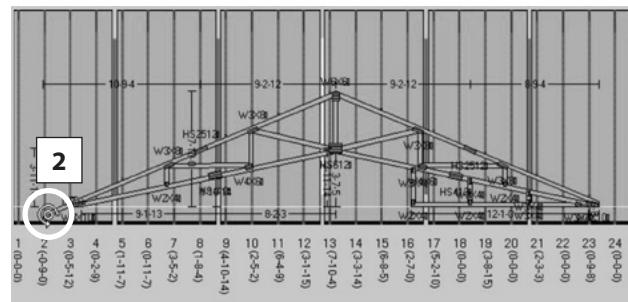

Figura 35
- Haga clic para seleccionar el centro del punto de rotación (figura 35).